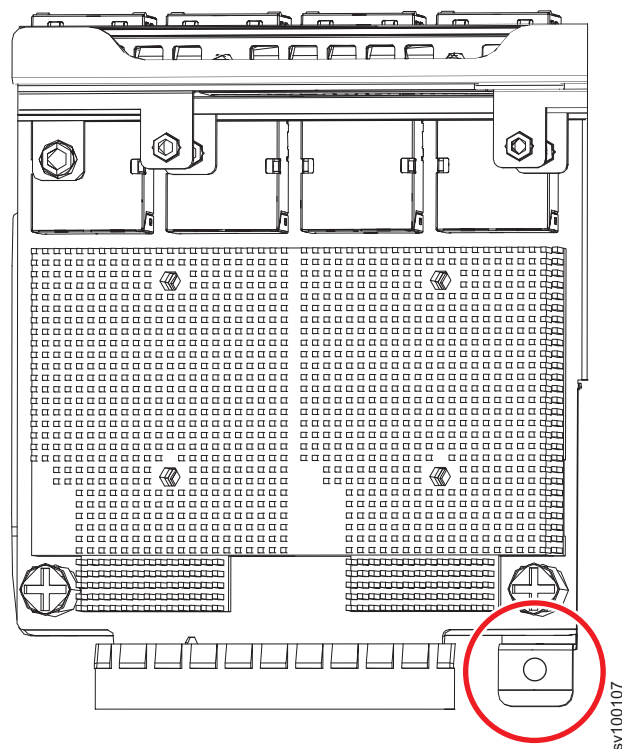

Figura 332. Local do parafuso no chassi Ethernet do 2145-SV1
13. Substitua o parafuso (mostrado em Figura 332 na página 420) para prender a placa de borda Ethernet no chassi.